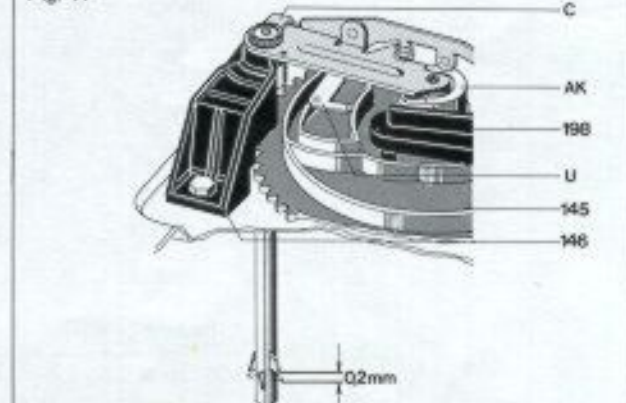

Fig. 18
Für das Stapeln und Abwerfen der Schallplatten sind je nach Mittelloch-Durchmesser (7 oder 38 mm) die Wechselachse AW 3 oder die Abwurfsäule AS 12 vorgesehen. Eingeleitet wird der Abwurfvorgang durch die Drehung des Kurvenrades **145**, dessen Abwurfkurve (AK) die Abwurfwippe (AW) und den Wechselbolzen steuert (Fig. 18). Die dabei entstehende Abwärtsbewegung löst dann über die Wechselachse oder Abwurfsäule den Abwurf einer Schallplatte aus.
Durch Biegen der Abwurfwippe kann der Hub des Wechselbolzens verändert werden. Die Einstellung ist richtig, wenn in Nullstellung des Kurvenrades **145** und verriegelter Wechselachse bei Hochdrücken des Wechselbolzens die drei Stützen der Wechselachse eine Längsbewegung von 0,2 mm ausführen (Fig. 18).